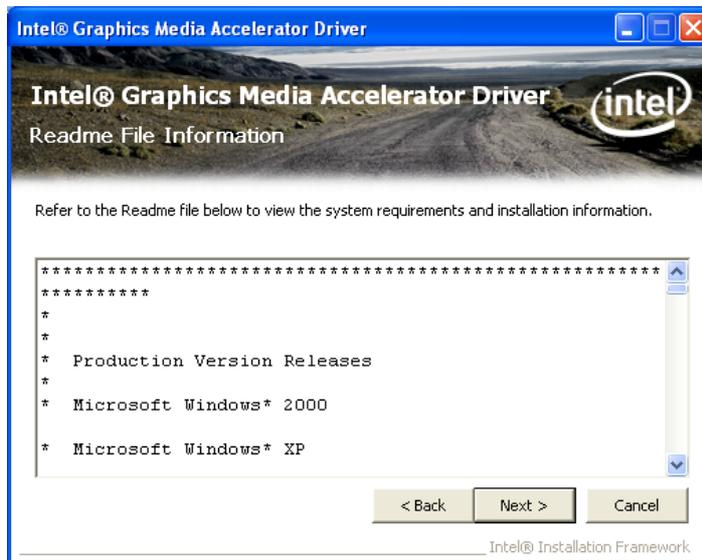

Abbildung 7-12: VGA-Treiber ReadMe-Datei
Schritt 11: Die ReadMe-Datei in **Abbildung 7-12** wird angezeigt.